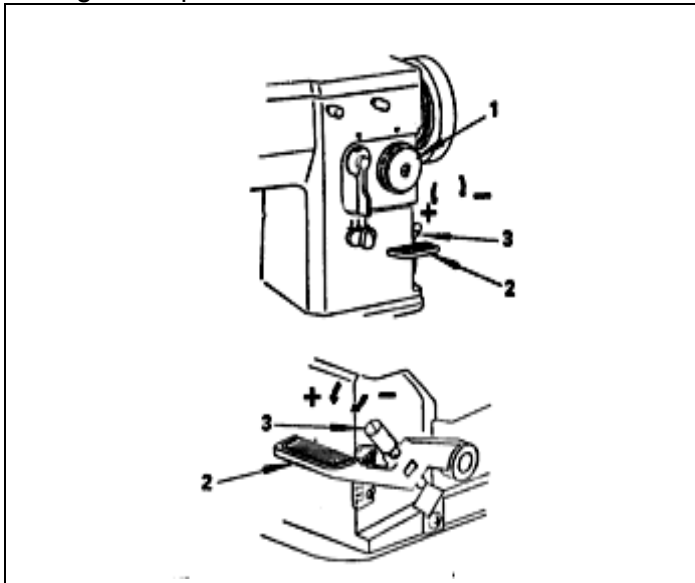

Fig. 17
13. AJUSTE DO COMPRIMENTO DO PONTO (Fig. 17)
Empurre a alavanca 2 (fig. 17) para baixo para avanço reverso e libere para avanço para frente.